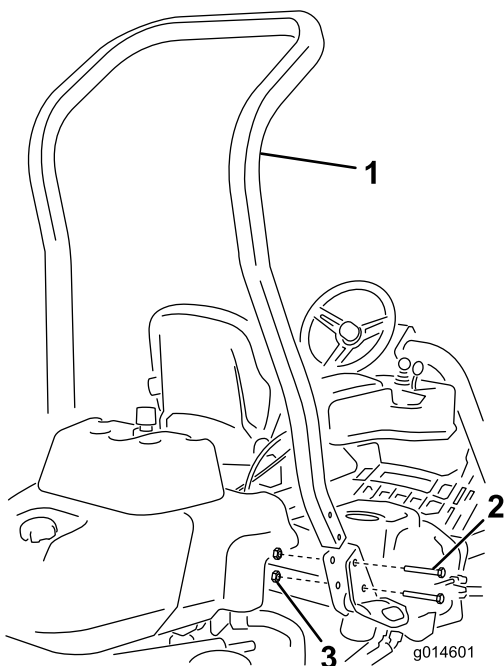

Figura 3
3. Instale la barra antivuelco en los alojamientos laterales de la máquina usando 4 pernos ($\frac{1}{2}$ " x $3\frac{3}{4}$ " y 4 tuercas con arandela prensada ($\frac{1}{2}$ "), tal y como se muestra en la Figura 3.